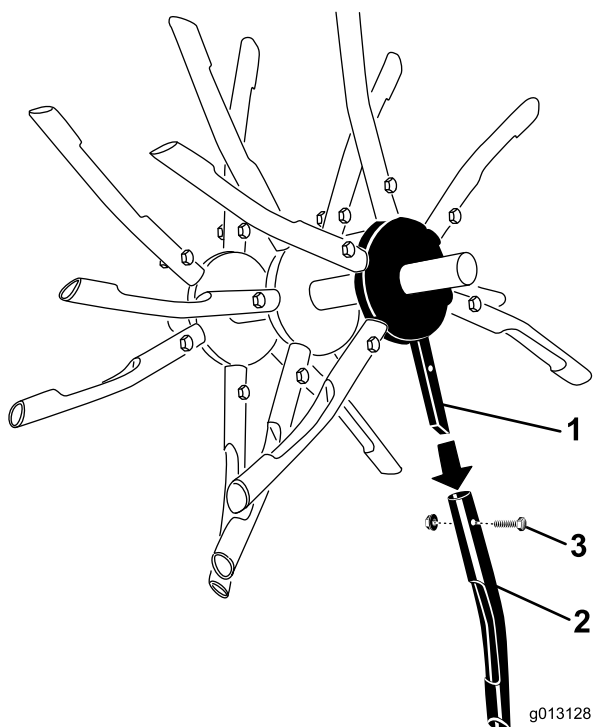

Figure 37
4. Si un louchet est endommagé ou cassé, retirez l'écrou et le boulon qui le fixent à l'ensemble louchets (Figure 37).